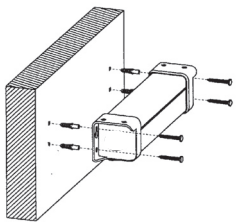

Рис. 1
- прикрутите экран шурупами за крепежные отверстия и петли (рис. 1)